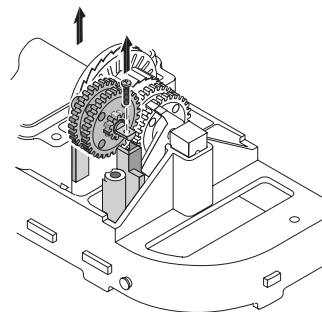

Figure 24
6. Retirer la vis de pression, l'arbre court à pignons et les pignons (Figure 24) en s'assurant de ne pas désolidariser les pignons de l'arbre.